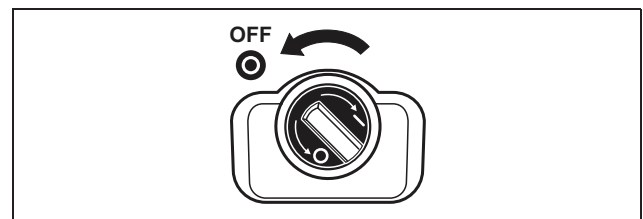

Abbildung 83: DC-Lasttrennschalter OFF
- Drehen Sie den DC-Lasttrennschalter auf OFF (Abbildung 83) bzw. schalten Sie über die externe DC-Trennstelle den Solargenerator ab.